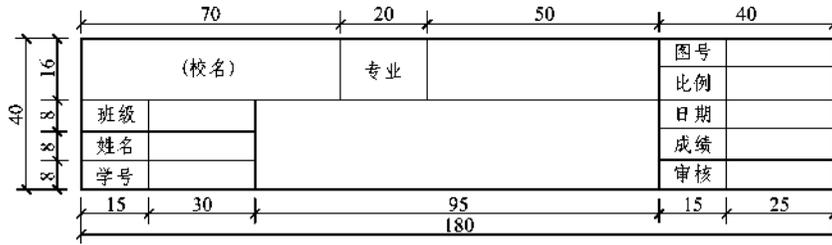

图 2-15 图框标题栏
1. 绘制 A3 图框，图框标题栏尺寸如图 2-15 所示。